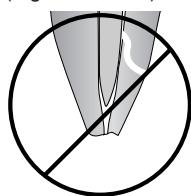

Fig 1
2. Ajuster un cône de gutta percha et vérifier qu'il atteint la longueur de travail. Il doit nécessairement bloquer au retrait dans le but d'obtenir un ajustage apical le plus adapté possible. (Figures 1, 2, 3).